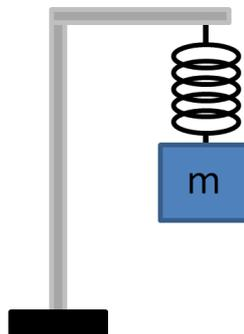

Figura 2. Arreglo experimental para la medición de la constante de fuerza “k” de diferentes resortes.
1. Siguiendo las instrucciones del profesor, monte en arreglo que se muestra en la figura 2.